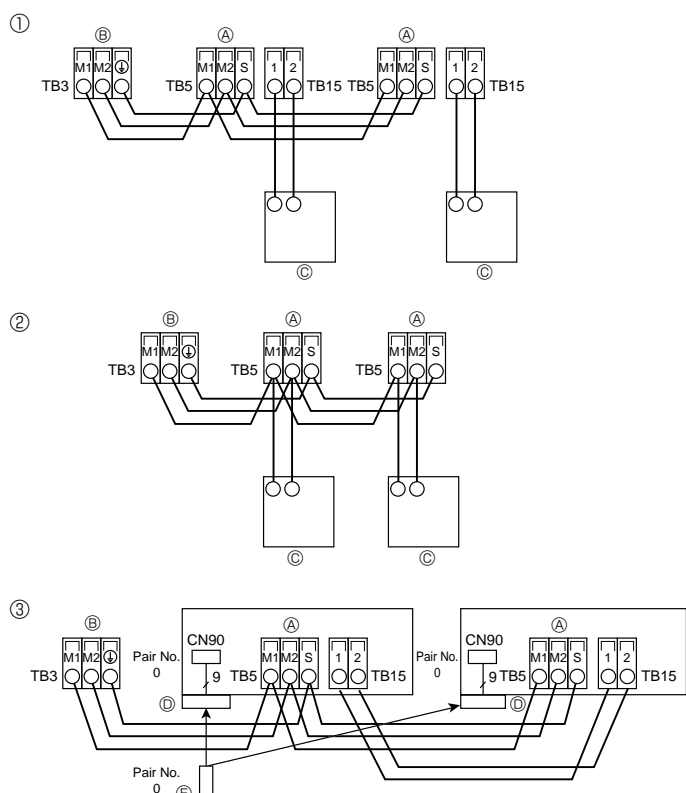

Fig. 6-3
6.4. Collegamento del comando a distanza e dei cavi di trasmissione delle sezioni interne ed esterne (Fig. 6-3)
- ① Comando a distanza MA
- ② Comando a distanza in rete
- ③ Comando a distanza wireless (durante l'installazione del ricevitore di segnali wireless)